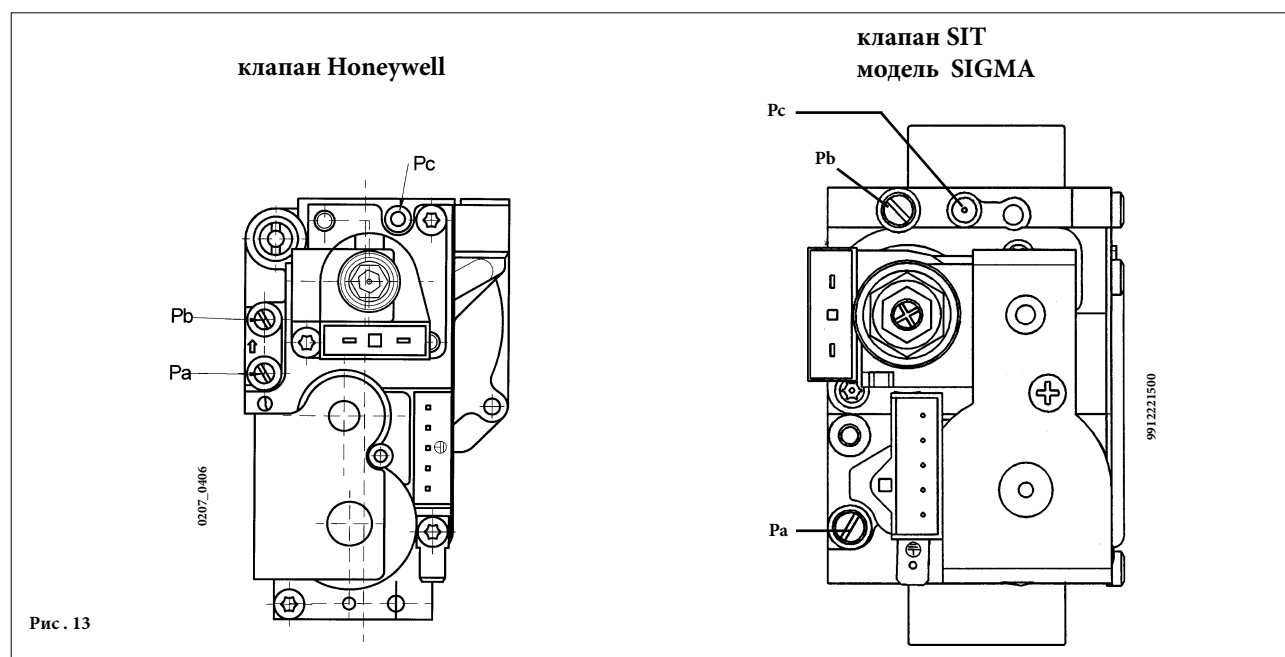

Рис. 13
Порядок настройки регулятора давления немного отличается при использовании разных газовых клапанов (Honeywel или SIT: смотри рисунок 13).
Открутить винт на штуцере **Pb** (рис. 13) и присоединить к штуцеру **Pb** манометр.
- Проверить динамическое входное давление газа (штуцер Pa, рис. 13). Номинальные давления: **20 мбар** для природного газа, **37 мбар** для пропана;